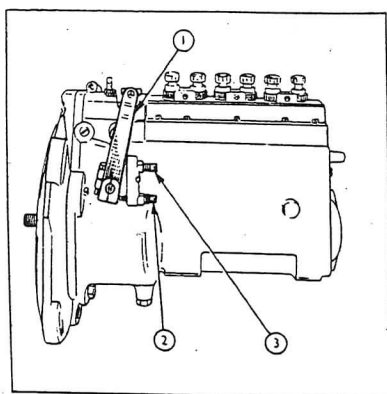

Fig. 15 Simms
2. Medan motorn går lossar man på låsmuttern till tomgångsjusteringskruven (fig. 15).